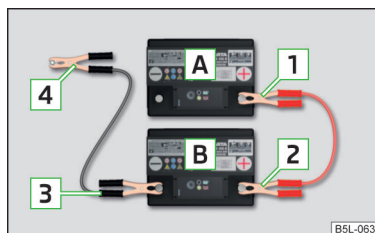

Fig. 179
- Prindeți clema **1** la polul plus al bateriei descărcate **A** » fig. 179.